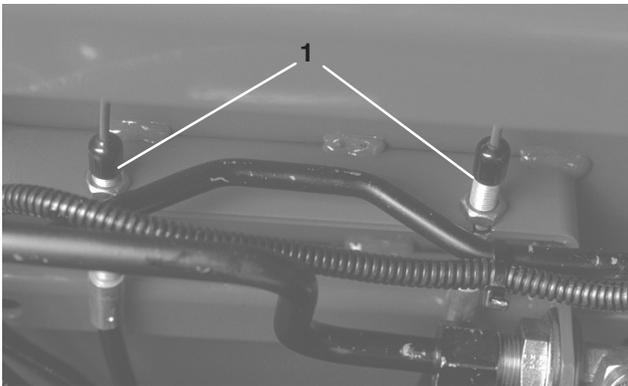

Bild 63
2. Lockern Sie zum Reduzieren des Spiels der Bremspedale die vordere Mutter am Gewindeende des Bremszugs (Bild 63). Ziehen Sie dann die hintere Mutter an, um den Zug nach hinten zu bewegen, bis die Bremspedale 15-25 mm Spielraum haben. Ziehen Sie die vorderen Muttern fest, wenn die Bremsen einwandfrei eingestellt sind.